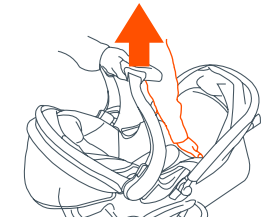

Fig. 18
18) • Pour retirer le siège, détachez les agrafes courtes de chaque fente de la ceinture de sécurité, pressez la poignée de dégagement située à l'extrémité inférieure du siège d'auto et soulevez délicatement le siège (Fig. 18).